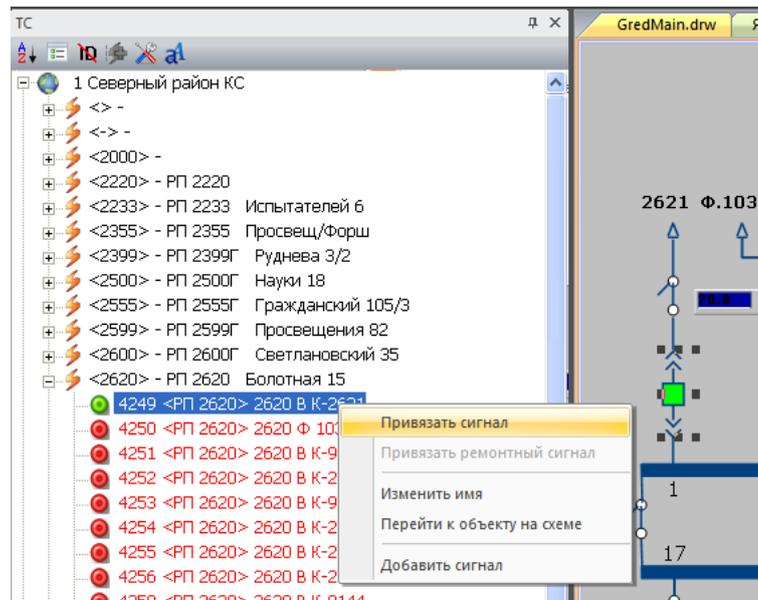

Рисунок 7.10 – Привязка ТС к объекту
- Щелчком правой кнопки мыши в дереве ТС на телемеханическом сигнале выбрать команду контекстного меню «Привязать сигнал» (Рисунок 7.10). Сигнал в дереве ТС выделится как привязанный.